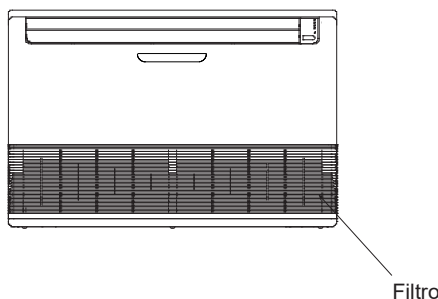

Figura 41
- **O filtro fica instalado na parte inferior da unidade na Figura 41.**